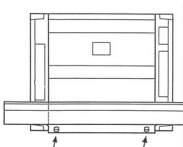

Fig 13 - Geräteeinbau ins Tablar, Ansicht von rechts
- Gerät gemäss Fig 13 ins Tablar stellen und mit vier der zugehörigen Innensechskantschrauben befestigen.